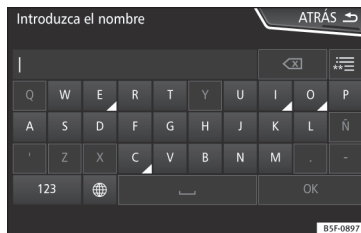

Fig. 191 Màscara de cerca.
- Introduïu el nom del contacte que cerqueu a la màscara >>> **fig. 191**. Mentre es van introduint els caràcters es va mostrant un contacte en el camp d'entrada.